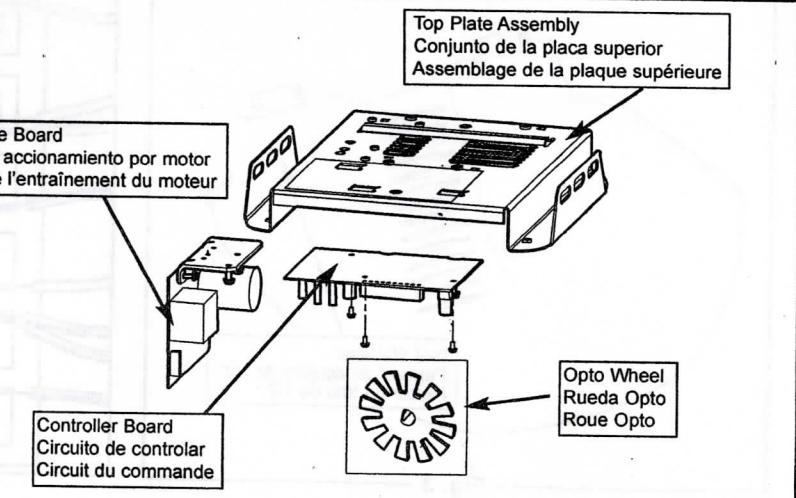

Fig. 2
5. Remove Controller Board (Fig. 2)
6. Install new Controller Board with External Antenna Connection (Fig. 2)
5. Quitar el tablero regulador (Fig. 2)
6. Instalar el nuevo tablero regulador con la conexión de antena externa (Fig. 2)
5. Enlever la carte du contrôleur (fig. 2)
6. Installer une nouvelle carte de contrôleur dotée d'une connexion d'antenne externe (fig. 2)